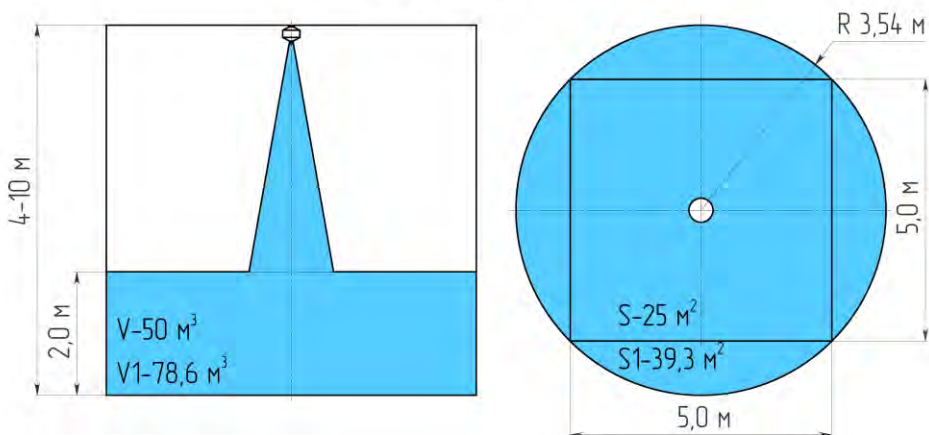

Рисунок 2 – Конфигурация зоны защиты модуля МПП для очагов класса «В»
2.3 Огнетушащая способность и конфигурации распыла порошка МПП «Гранат-9» в защищаемой зоне при тушении очагов пожара классов «В» приведена в табл. 3 и на рис.2.